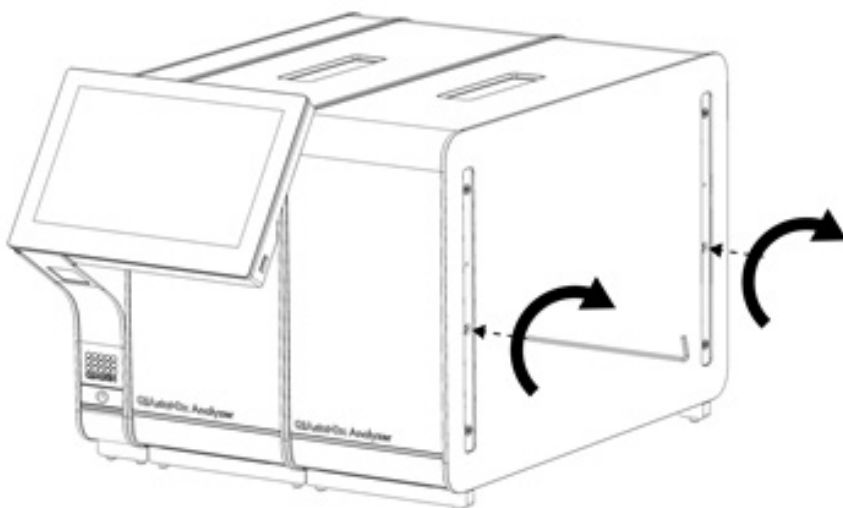

Bild 16. Rikta in och anslut den extra analytiska enheten.
4. Rikta in den extra analytiska enheten mot den befintliga analytiska enheten. Dra åt skruvarna med monteringsverktyget för den analytiska enheten/driftsenheten som medföljer QIAstat-Dx Analyzer 1.0 (bild 16).